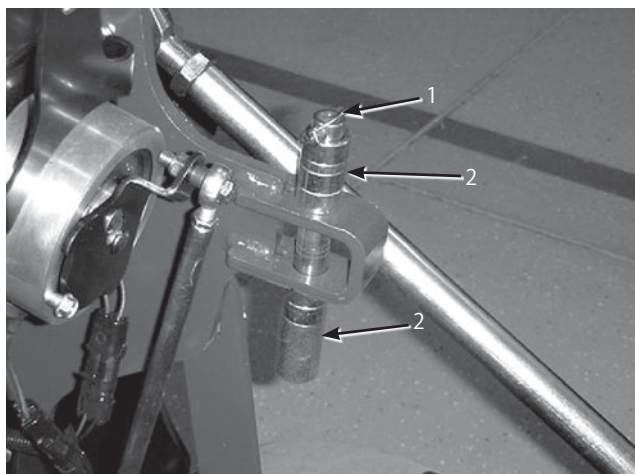

図29
1. スペーサと深さピンを止めているリンチピン (図29) を外す。